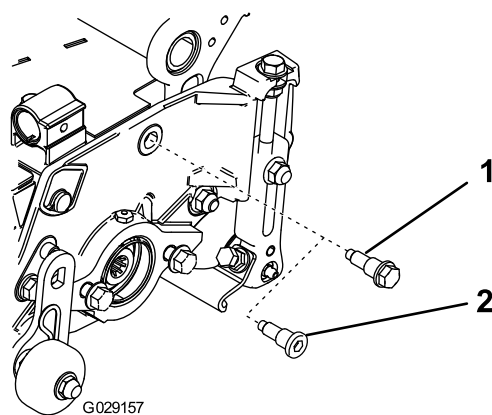

Figure 7
1. Remplacez le boulon à épaulement existant par le nouveau boulon à épaulement, comme montré à la Figure 7, avant de monter le moteur de cylindre.